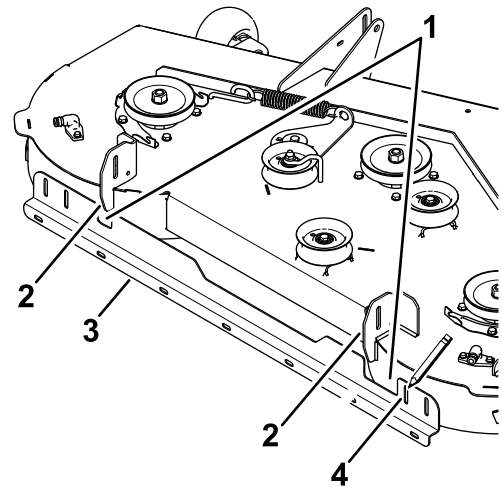

Figura 3
- En los modelos de 137 cm (54"), utilice las ranuras interiores de la pletina como puntos de referencia para perforar el taladro (Figura 3).